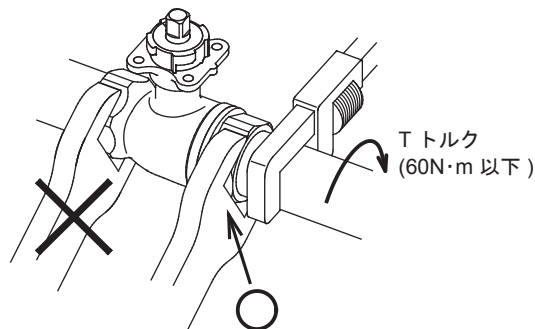

図5 配管への取り付け
- (4) 配管取付時は、配管をねじ込む側のバルブをスパナなどでつかみ、配管をねじ込んでください(図5参照)。